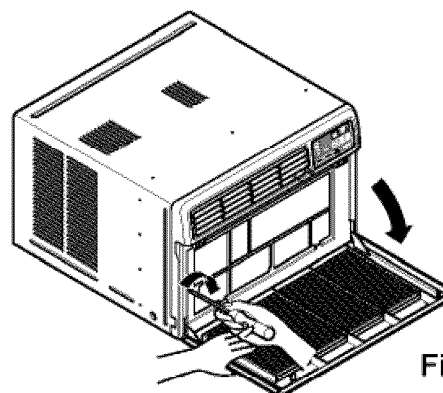

Fig. 11
- 14 Tire hacia abajo la parrilla de entrada y asegúrela con un tornillo Tipo A 5 a través de la parrilla frontal. (ver Fig. 11)